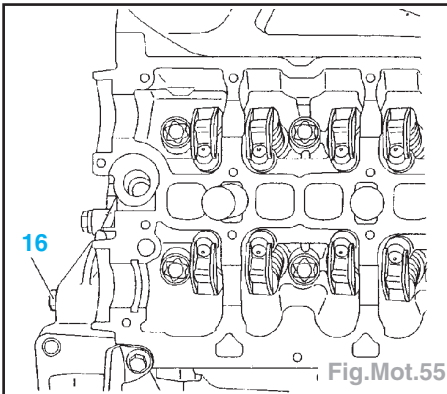

Fig.Mot.55
- Desserrer la vis (16) au maximum (Fig.Mot.55)